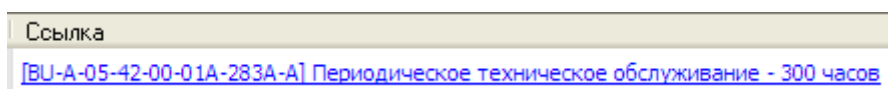

Рис. 6.16
- В ячейке нажмите на кнопку **Применить** . Созданная ссылка отобразится в ячейке (Рис. 6.16).